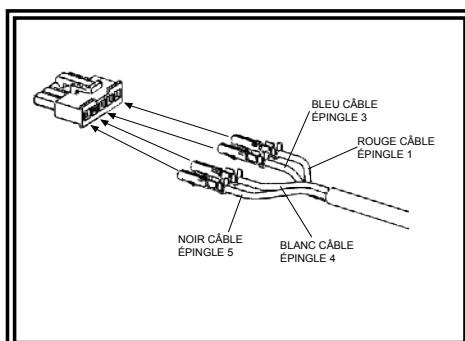

FIGURE 4
4. Tournez les broches sorties vers le haut et insérez les broches dans le connecteur comme illustré à la Figure 4.